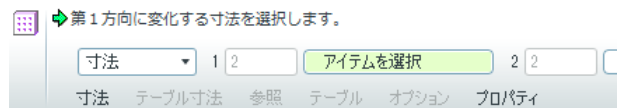

図 13-72 パターン化の設定①
- ダッシュボードの「寸法」をクリックし「軸」に変更、「アイテムを選択」をクリックしてからソリッドモデルの軸「A-1」をクリック、「穴个数」を 12、「角度」を 30 と入力する。(図 13-72)